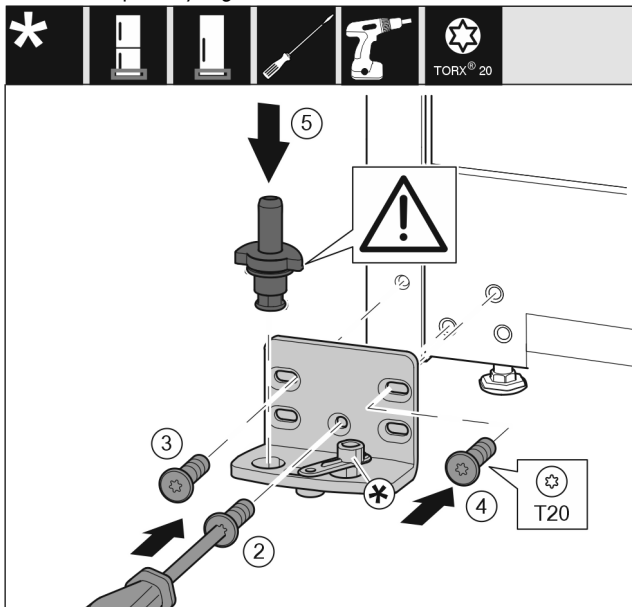

Fig. 46 *
- ▶ Установите опорный кронштейн с другой стороны и прикрутите с помощью отвертки. Начините с винта Fig. 46 (2) снизу в центре.*
- ▶ Затяните винт Fig. 46 (3) и винт Fig. 46 (4).*
- ▶ Снова установите опорный палец Fig. 46 (5) в сборе. При этом проследите за тем, чтобы выступ фиксатора был направлен назад.*